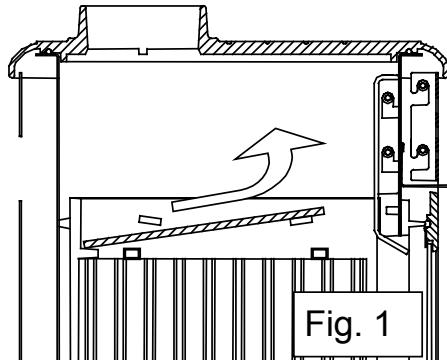

Fig. 1
- ❑ sollevare anteriormente il deflettore facendo perno sullo schienale e farlo avanzare (Fig.1);